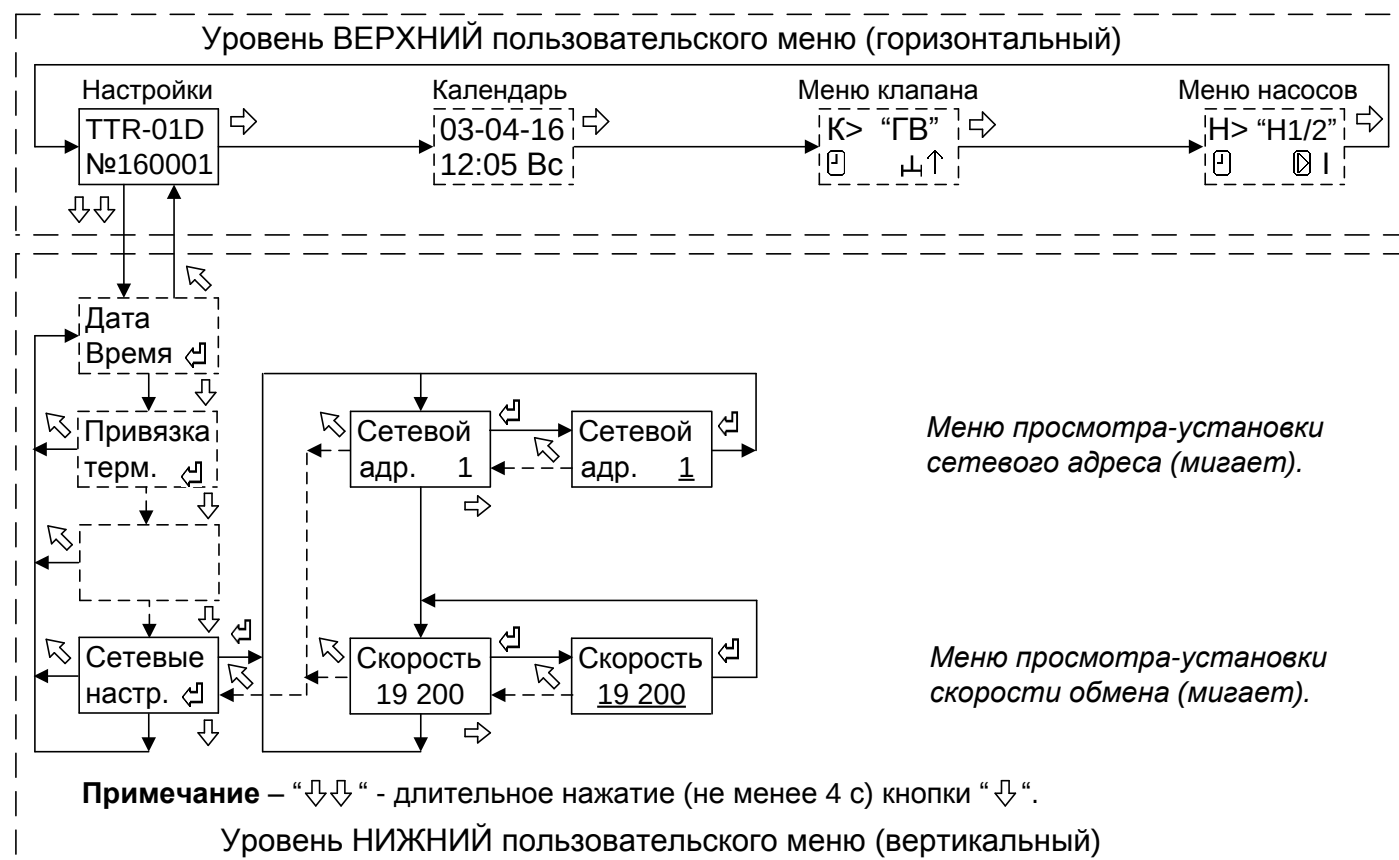

Рисунок 12 - Структура меню настройки сетевых параметров
7.7.1 При подготовке TTR к работе в сети интерфейса RS485 следует проверить и при необходимости установить сетевые настройки – адрес в сети и скорость обмена. Для этого необходимо войти в меню **«Сетевые настр.»** (см. рисунок 12).